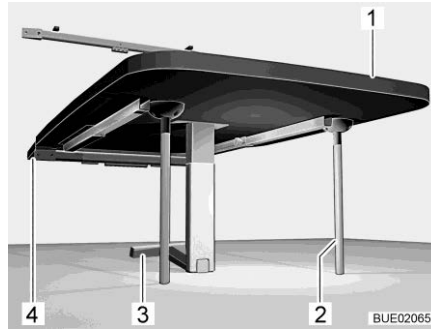

Fig. 135 Tavolo sospeso come struttura di supporto letto
- Sollevare il piano del tavolo (Fig. 135,1) dal davanti.
- Ribaltare di 90° la parte inferiore del supporto snodabile (Fig. 135,3).
- Inserire altri due montanti di supporto (Fig. 135,2) negli alloggiamenti sul lato inferiore del piano del tavolo.
- Inserire il tavolo nel listello di supporto inferiore (Fig. 135,4) e bloccarlo.